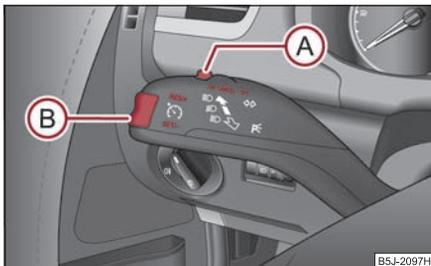

Abb. 124 Bedienungshebel: Wippe und Schalter der Geschwindigkeits-Regelanlage
- Drücken Sie den Schalter **A** ⇒ Abb. 124 in die Stellung **ON**.
- Die gespeicherte Geschwindigkeit können Sie ohne Betätigung des Gaspedals durch Drücken der Wippe **(B)** ⇒ Seite 106, Abb. 124 in die Position **RES+** erhöhen.
- Drücken Sie den Schalter **(A)** ⇒ Seite 106, Abb. 124 nach rechts in die Stellung **OFF**. ■